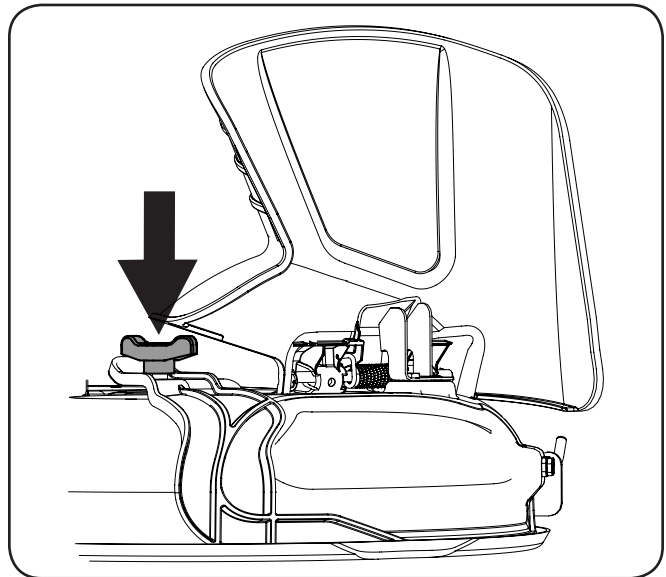

Figure 1-6
3. Fixez le bouchon de déchetage avec un écrou papillon. Voir Figure 1-6.